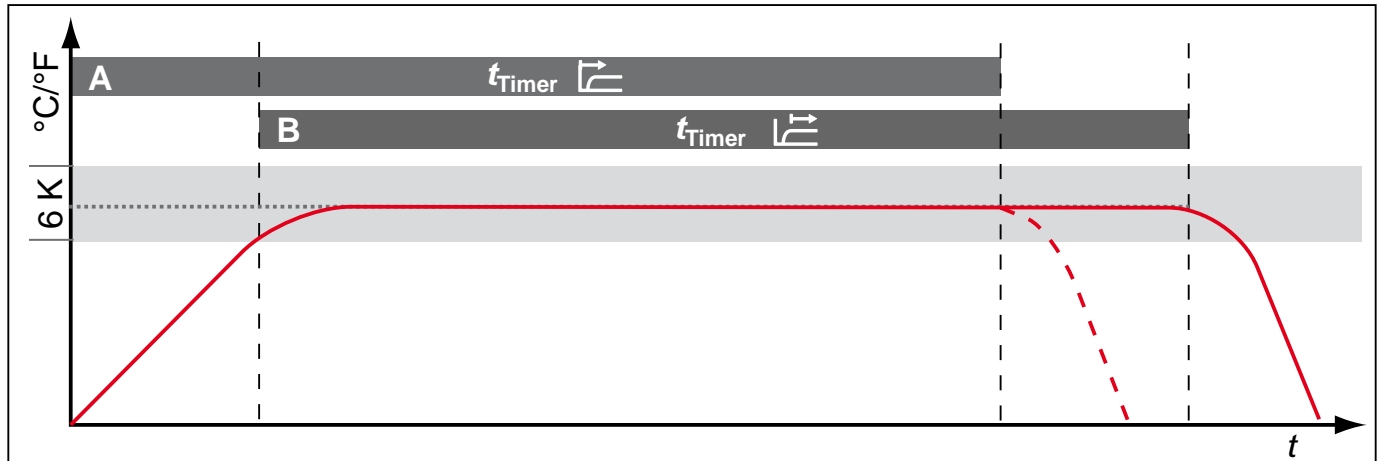

Abb. 20 Timer Mode
Hier kann bei Universalschränken UN/UF und Brutschränken IN/IF eingestellt werden, ob der Timer (siehe Seite 25) sollwertabhängig arbeiten soll oder nicht – das heißt, ob die Timerlaufzeit erst beginnen soll, wenn ein Toleranzband von ± 3 K um die Solltemperatur erreicht ist (Abb. 20, B), oder bereits unmittelbar nach dem Aktivieren des Timers (A).